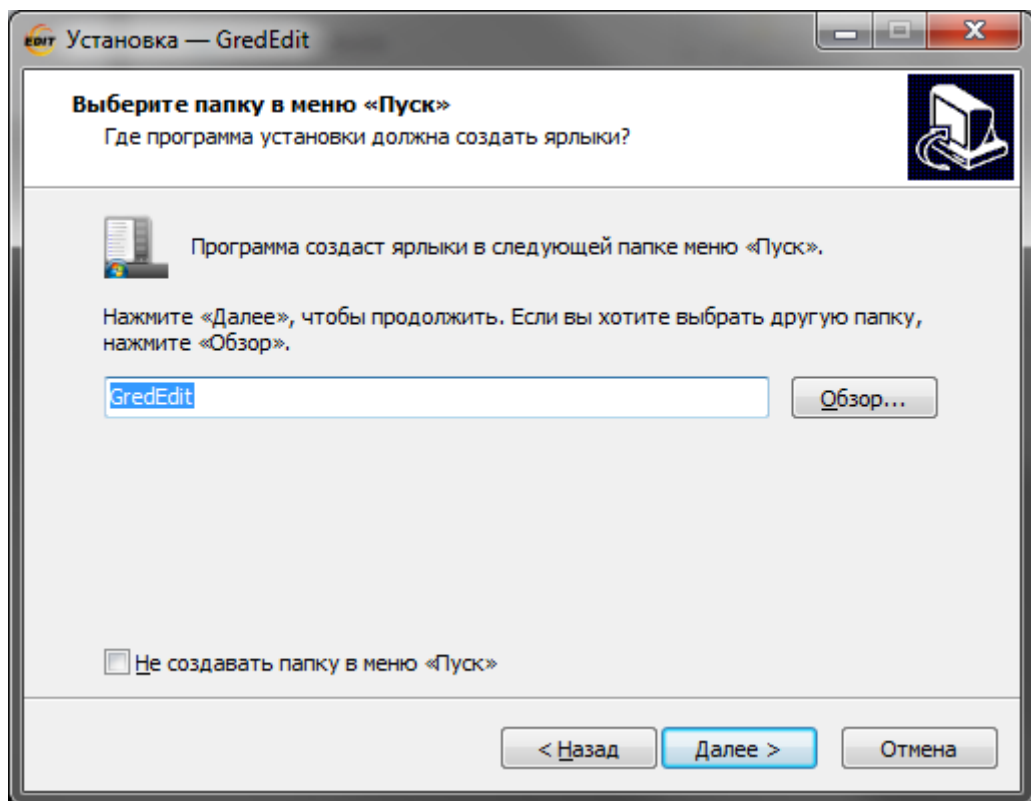

Рисунок 3.6 – Окно выбора папки в меню «Пуск»
5. В следующем окне, с помощью кнопки **«Обзор...»**, выбрать папку в меню **«Пуск»**, в которой будут созданы ярлыки для открытия программы (Рисунок 3.6). Если напротив пункта **«Не создавать папку в меню Пуск»** поставить галку, ярлыки не будут созданы. По умолчанию ярлыки в меню **«Пуск»** устанавливаются в папку **«GredEdit»**.